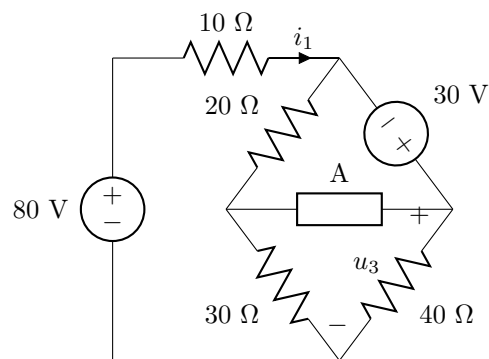

Figura 3.1: Circuito de los problemas 1 y 2.
1. En el circuito de la figura 3.1 utiliza el análisis de mallas para determinar  $i_1$ , si el elemento A es:
2. En el circuito de la figura 3.1 utiliza el análisis de mallas para determinar  $u_3$  si el elemento A es: